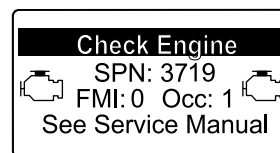

Figura 59
- Si es necesario realizar una regeneración de recuperación, el InfoCenter muestra la advertencia del motor SPN 3719, FMI 16 (Figura 59) y el ordenador del motor reduce la potencia del motor al 85%.